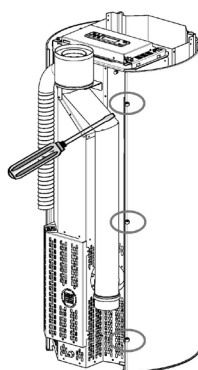

Fig. 73 - Quite los tornillos
- Desatornille los tornillos posteriores de las paredes laterales (ver **Fig. 73**).